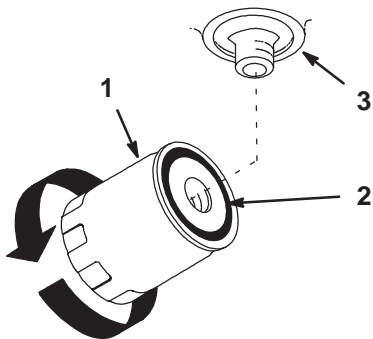

Figure 51
- Appliquez une fine couche de liquide hydraulique sur le joint en caoutchouc du filtre de rechange (Fig. 51).
- Quand le liquide déborde, tournez le filtre dans le sens horaire jusqu'à ce que le joint en caoutchouc rejoigne l'adaptateur, puis donnez un demi-tour supplémentaire (Fig. 51).